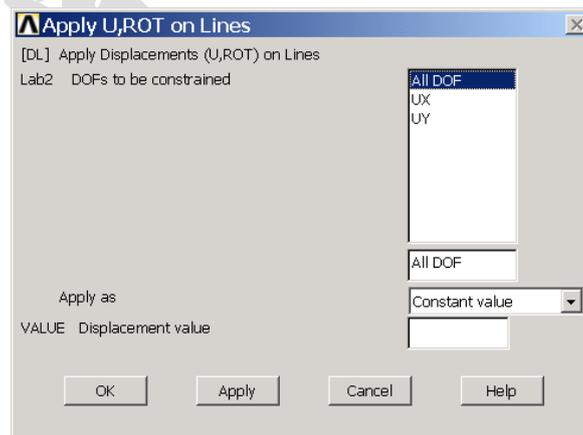

图1.38 施加边界条件
(1) 单击 **Main Menu>Preprocessor>Loads>Define Loads>Apply>Structural>Displacement>On Lines** 菜单，弹出实体拾取对话框，用鼠标选中矩形的左边线，并单击【OK】按钮。
(2) 接着出现如图 1.38 所示的对话框，选择约束【All DOF】，并设置【Displacement value】为【0】，单击【OK】按钮，约束全部位移自由度。